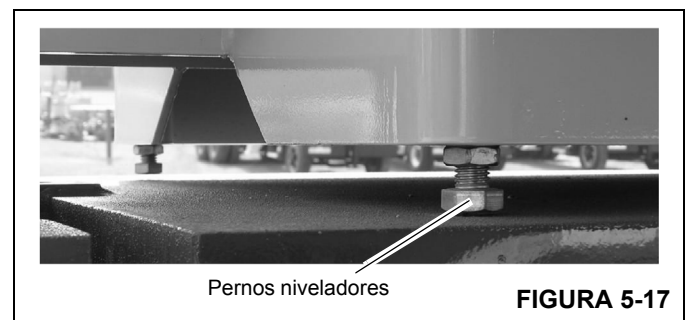

FIGURA 5-17
9. Ajuste los cuatro pernos niveladores del contrapeso (Figura 5-17) para eliminar todo movimiento relativo entre el contrapeso y la plataforma de giro.